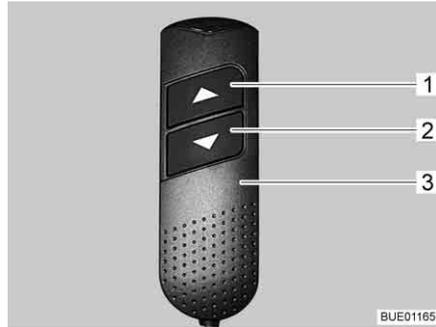

Bild 78 Handbedienteil
- Am Handbedienteil (Bild 78,3) beide Pfeiltasten (Bild 78,1 und 2) gleichzeitig drücken und so lange gedrückt halten, bis das Hubbett ganz nach oben gefahren ist und ein Piepton hörbar ist.
- Am Handbedienteil (Bild 78,3) die untere Pfeiltaste (Bild 78,2) drücken und so lange gedrückt halten, bis das Hubbett in die Endstellung nach unten gefahren ist.
- Am Handbedienteil (Bild 78,3) die obere Pfeiltaste (Bild 78,1) drücken und so lange gedrückt halten, bis das Hubbett in die Endstellung nach oben gefahren ist.
- Nach dem Reset Hubbett mit der Pfeiltaste (Bild 78,1 oder 2) in die entgegengesetzte Richtung bis zum Endanschlag fahren.